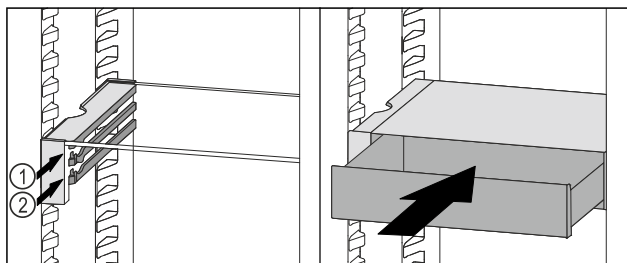

Fig. 95
- Stavite ladicu VarioSafe ukoso iza zaustavljača na željeni žlijeb Fig. 95 (1) ili Fig. 95 (2).